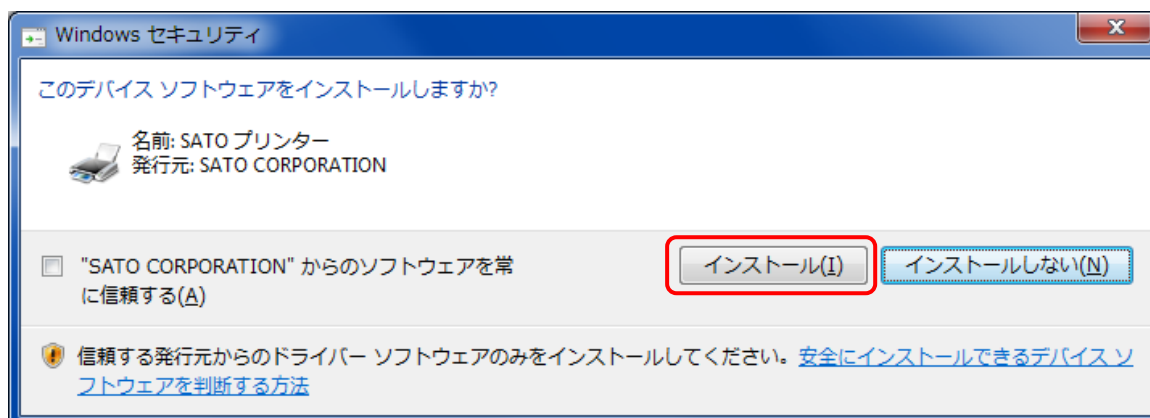

図 3. 1. 3 Windows セキュリティ (64 ビット OS)
1. 図 3. 1. 2 もしくは図 3. 1. 3 に示すダイアログが表示されるまでに時間がかかる場合があります。
2. M-48Pro シリーズの x86 版 (32 ビット OS 用) の場合、図 3. 1. 2 に示すダイアログが表示された後、続けて図 3. 1. 3 に示すダイアログも表示されます。